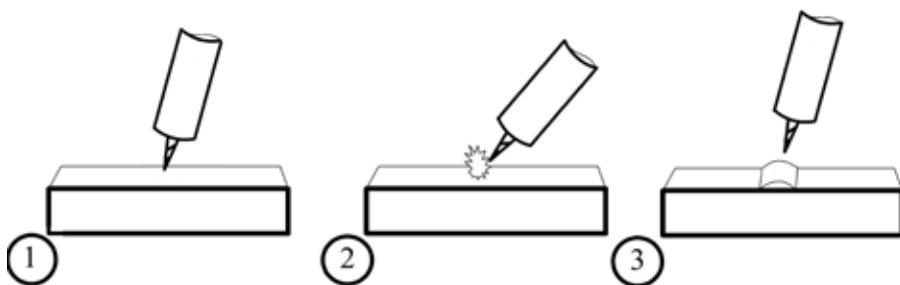

Рис. 7.5. Поджиг касанием.
**Lift TIG** - возбуждение дуги путем касания вольфрамового электрода о поверхность свариваемого металла (см. рисунок 7.5).